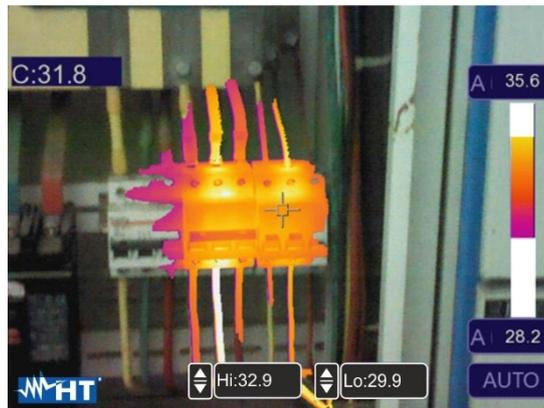

Abb. 44: Auswahl Visueller Bereich
11. Berühren Sie die Felder “Hi” und “Lo” im unteren Teil des Displays und stellen Sie mit den Pfeiltasten ▲ oder ▼ den Wert der **maximalen** und **minimalen** Temperaturschwellen ein. Das Gerät zeigt als radiometrisches IR-Bild die Punkte mit der Temperatur zwischen der “Lo” und der “Hi” Schwelle, und als visuelles Bild die Punkte mit einer Temperatur außerhalb dieses Intervalls (siehe Abb. 44).